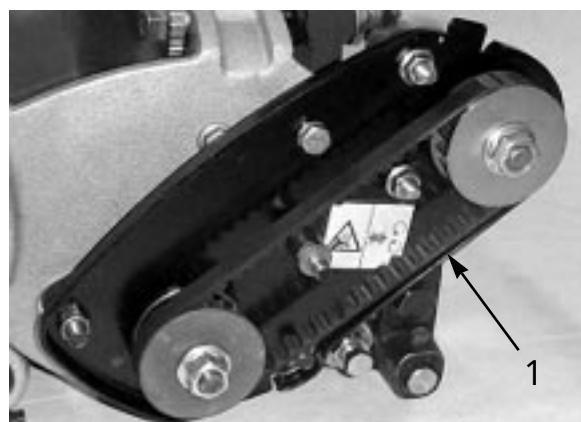

図 37
2. ブーリ間の中央(図37)を指で押して点検する。1.5~2.5 kg程度の力で押した時のたわみが6 mm程度あるのが適正。たわみがこの範囲になければ、以下の要領で調整する。